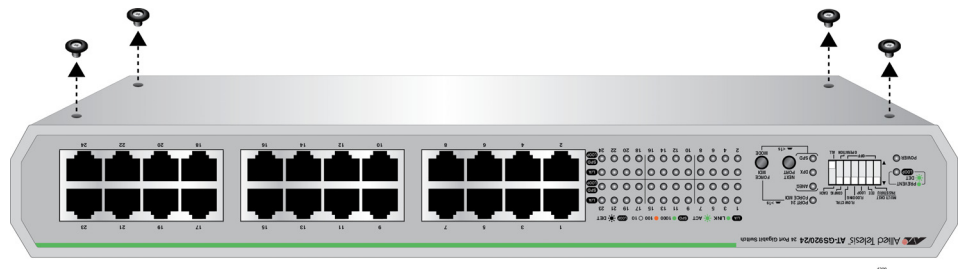

Рисунок 46. Удаление резиновых ножек с коммутатора AT-GS920/24
1. Если ранее к коммутатору были прикреплены резиновые ножки, удалите их, как это показано на рис. 46.